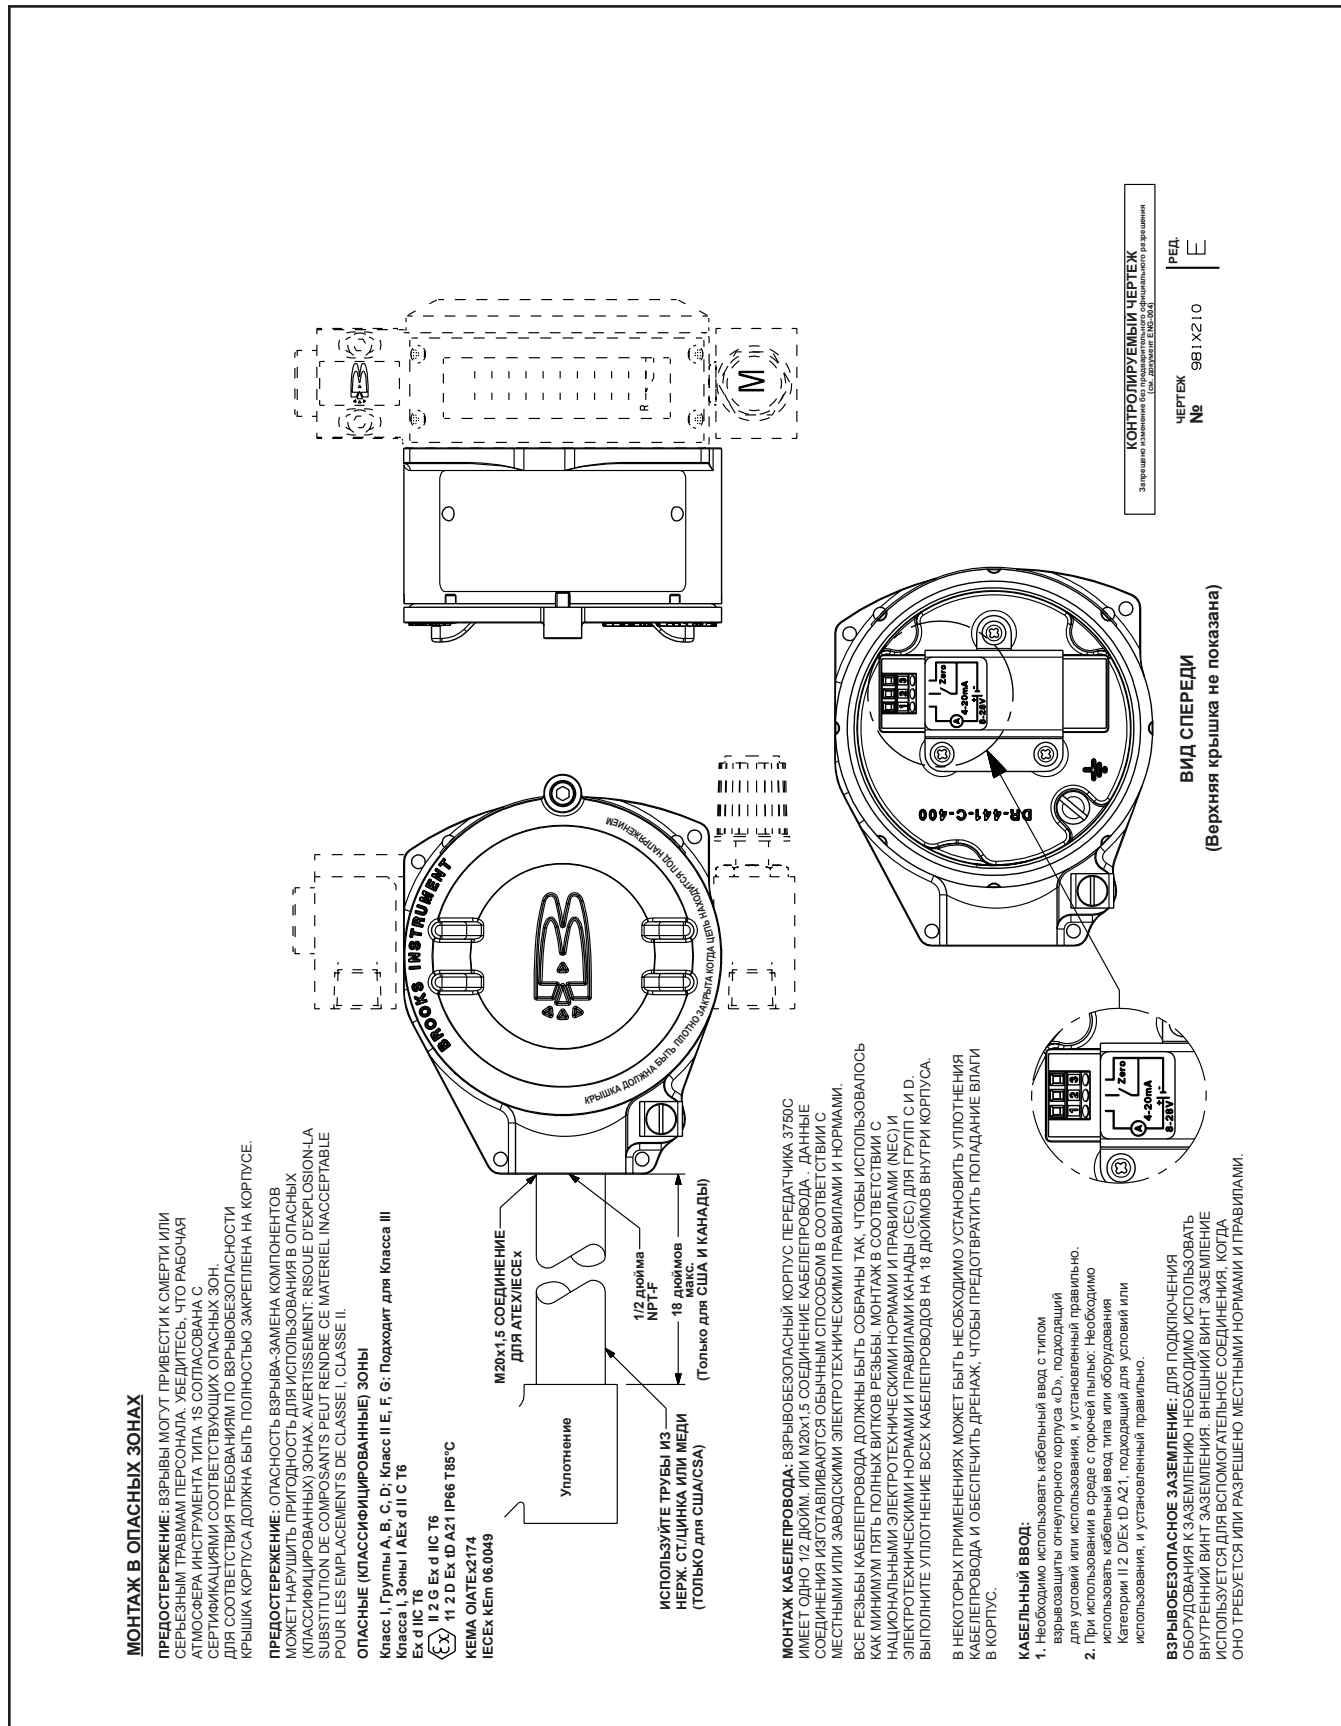

Рисунок 2-8 Схема подключения передатчика для взрывозащищенных систем
- В. Если требуется защита в соответствии с методами взрывобезопасности Раздела 1 и Зоны 1, необходимо следовать методам взрывобезопасного монтажа. См. Рисунок 2-8.